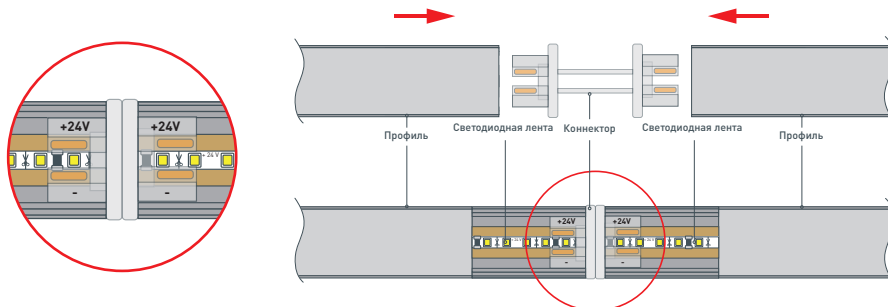
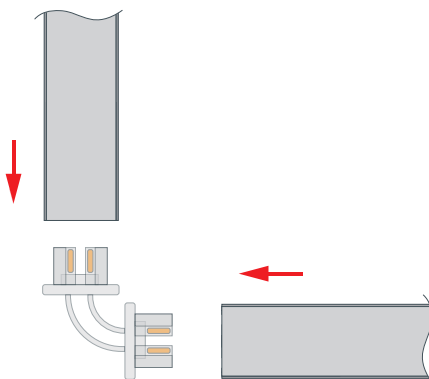

Рис. 3. Установка коннектора прямо. Вид сверху.
Рис. 4. Установка коннектора для создания угла. Вид сверху.
- Для создания одного светильника из набора для светодиодной подсветки необходимо использовать алюминиевый профиль, одну глухую заглушку, одну заглушку с кабелем и с разъемом 5.5 DC Female, держатели 2-4 шт. Для создания из набора светильника длиной 2 м рекомендуется использовать 3-4 держателя, для создания светильника длиной 1 м - 2 держателя. Соедините отрезки профиля между собой при помощи одиночного коннектора из комплекта для создания прямой линии, как показано на рис. 3, или угла, как показано на рис. 4.